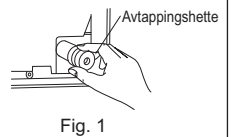

Fig. 1
- Avtappingsslangen må vende nedover for enkel tappeflyt. (Fig. 1)
- 1) Sett sammen kjølemedierørene og avtappingsslangen, sett på filt-tape (4) stramt fra enden. Overlappingsbredden til filt-tapen (4) skal være 1/3 av tapebredden. Bruk en bandasjestopper i enden av filt-tapen (4).
- 2) Trekk ut avtappingshetten bakerst til høyre i den innvendige enheten. (Fig. 1)